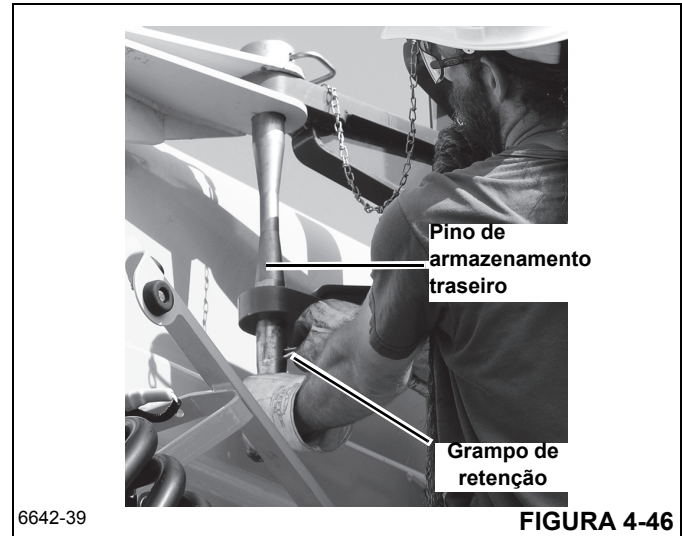

FIGURA 4-46
16. Instale o pino de armazenamento traseiro e o grampo de retenção Figura 4-46.